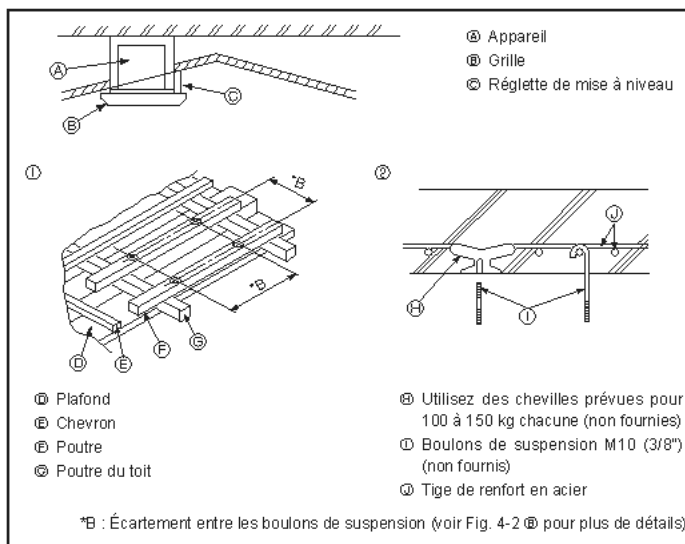

Fig. 4-4
4.4. Structure de suspension (Construisez une structure renforcée à l'endroit de suspension de l'appareil) (Fig. 4-4)
① Structures en bois
② Structures en béton armé